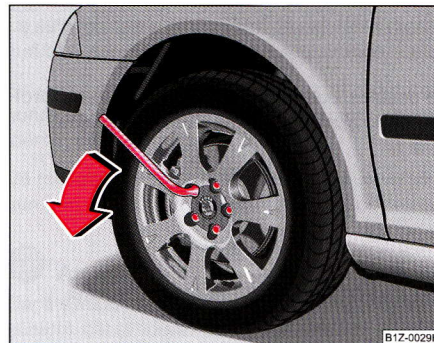

Fig. 209 Înlocuirea roții: Slăbirea prezoanelor de roată
- Prindeți cu mâna capătul cheii și rotiți șurubul cca. 0 rotire spre stânga ⇒ fig. 209.